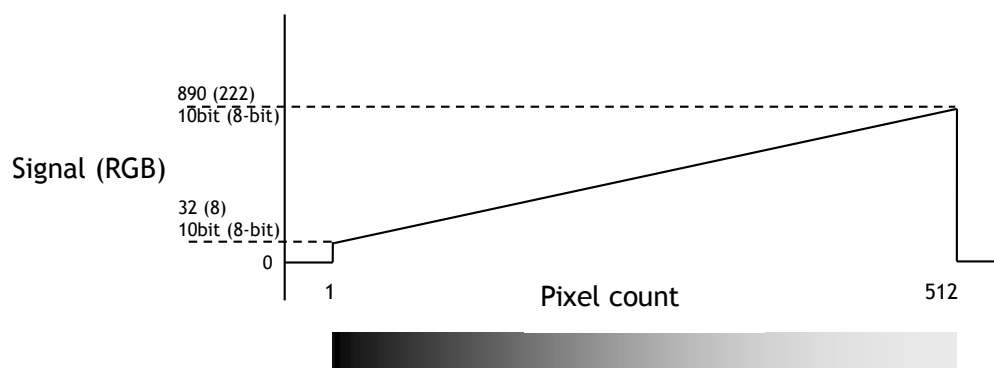

図17. グレー 1
シリアル通信の切り替えは リアパネル上のディップスイッチ SW1 (図 17 参照) で トリガモード (TR) の切替はシリアル通信によりおこないます